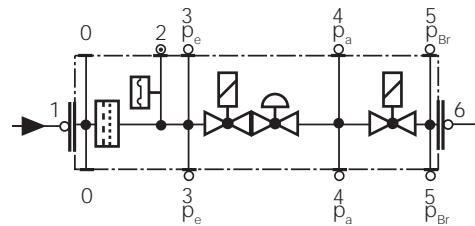

Рис. 26
- Заменяйте фильтр, если разница давления между точками 1 и 3 (Рис. 26)  $\Delta p > 10$  мбар.